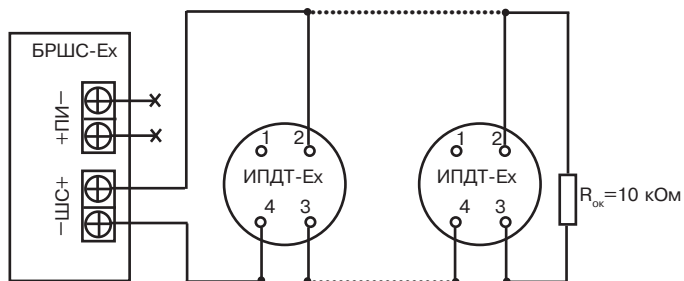

Рисунок 1 — Рекомендуемая схема подключения ИПДТ-Ех к БРШС-Ех (в один шлейф БРШС-Ех рекомендуется включать не более 10 ИПДТ-Ех)
5.2.3 Произведите монтаж подводящих проводов к клеммам контактов основания согласно схеме подключения (рисунок 1). Максимальная площадь поперечного сечения проводников — 0,75 мм².